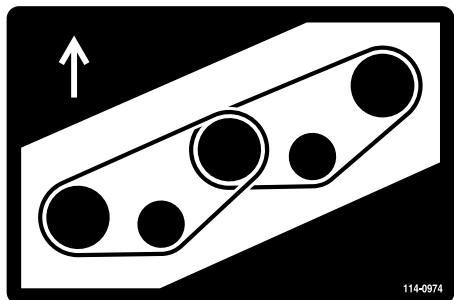
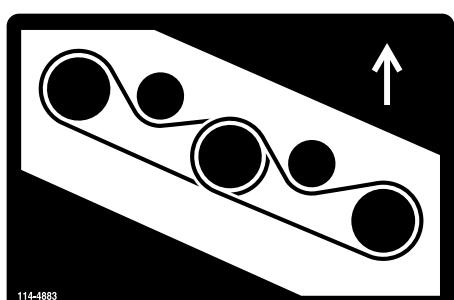

Figure 128
Figure 129
7. Installez la courroie neuve autour des poules d'axe et de la poulie de tension (Figure 128 et Figure 129).